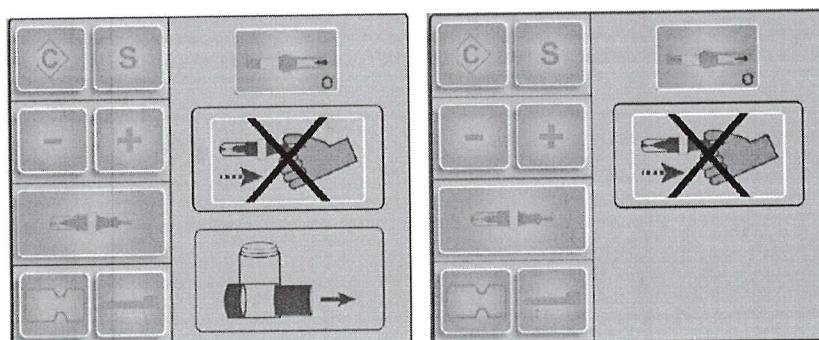

Рисунок 2-14: Внимание - не снимайте электрод
- 2.2. Замигает предупреждающее сообщение, напоминающее пользователю о том, что не следует извлекать электрод во время слива воды. Если дверь отсека открыта, об этом сообщит еще одно сообщение (рис. 2-14) и повторный звуковой сигнал "бип".